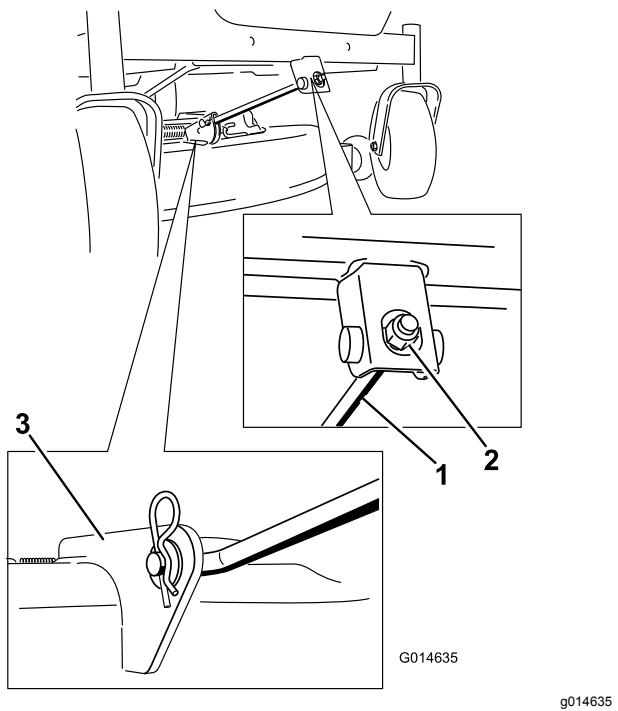

Figura 64
4. Retire la chaveta de la varilla de soporte delantera y retire la varilla del soporte de la carcasa (Figura 64).
8. Conecte la varilla de soporte delantera a la carcasa de corte con el pasador y la chaveta (**Figura 64**).